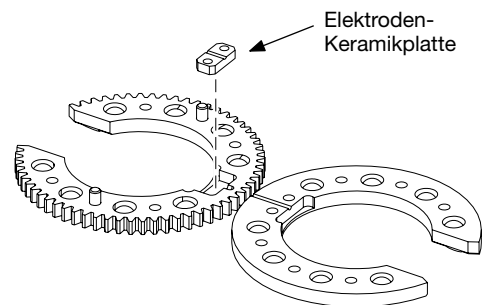

Abbildung 42 Entfernen der Elektrodenklemmplatte
9. Die Elektrodenklemmplatte entfernen. Mit einem feinkörnigen Schleifkissen reinigen. Siehe Abbildung 42.